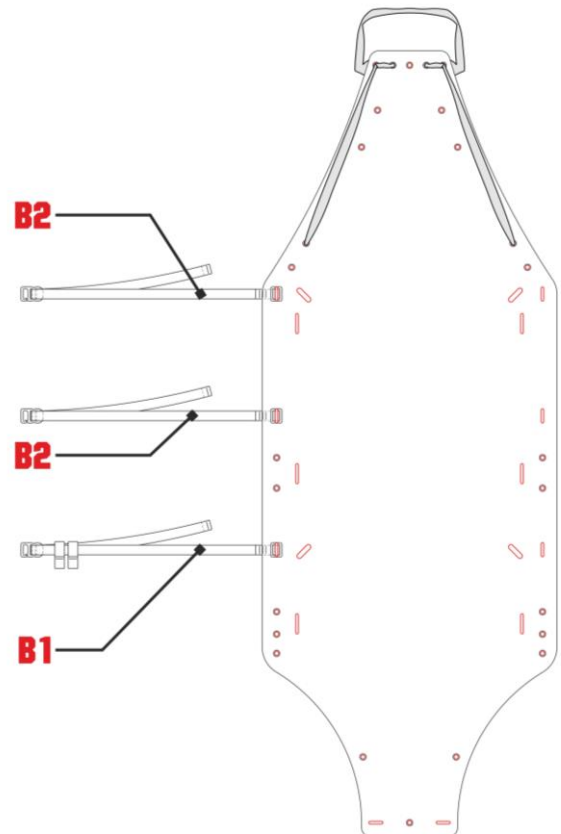

Fig. 10
- b) inserire le fettucce (B1 e B2) nelle asole A1 del piano di appoggio (fig. 10),